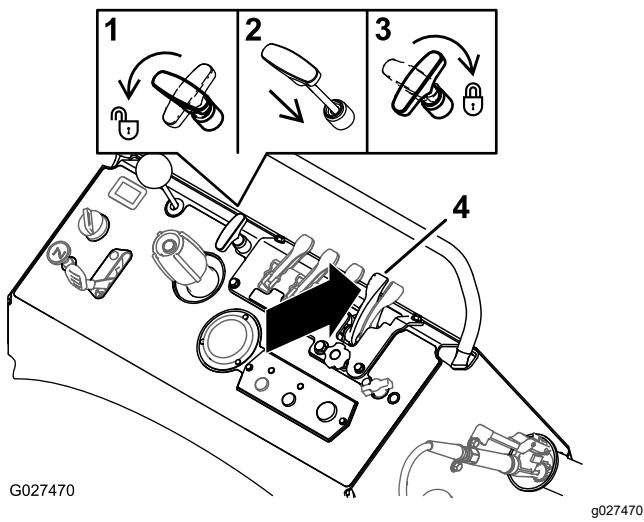

Figura 87
3. Cierre la compuerta del impulsor moviendo la palanca de la compuerta del impulsor de distribución ancha hacia adelante del todo (Figura 87).
4. Gire la palanca de control del patrón de esparcido en sentido antihorario, presione la palanca hacia abajo y gire la palanca de control del patrón de esparcido en sentido horario (3); consulte Figura 87.